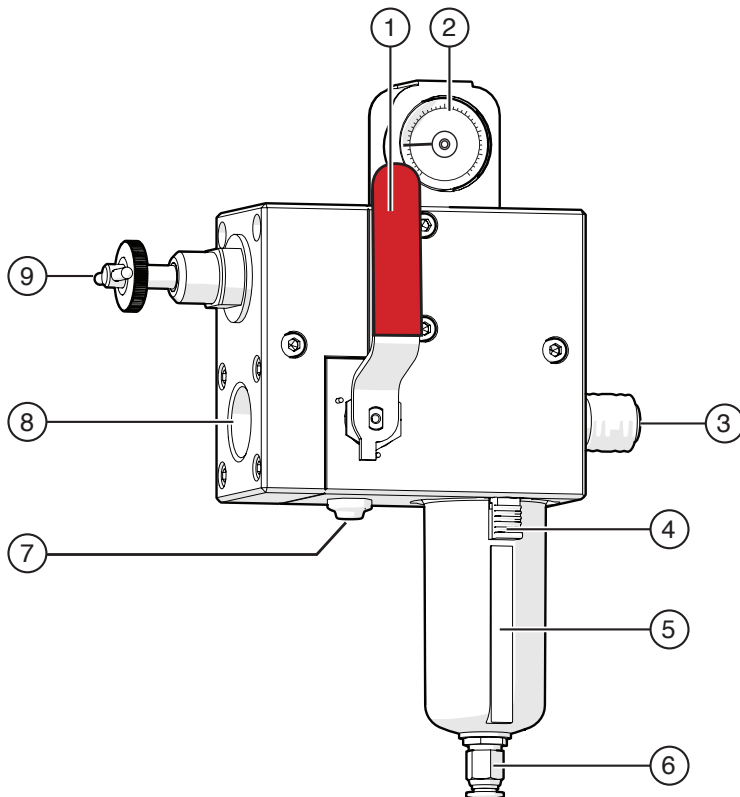

Abb. 15 Wartungselemente
- Kontrollieren Sie den Behälter (siehe Abb. 15, Nr. 5) regelmäßig auf Schmutzrückstände und reinigen Sie ihn bei Bedarf.